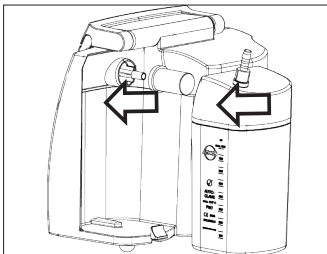

Рис. 8.
- Для снятия DDS ёмкости необходимо вынуть её по горизонтали наружу, а для ее установки - надвинуть ее по горизонтали на антибак. DDS фильтр (Рис. 8). Сначала должен быть установлен антибактериальный DDS-фильтр, и только затем- DDS ёмкость.